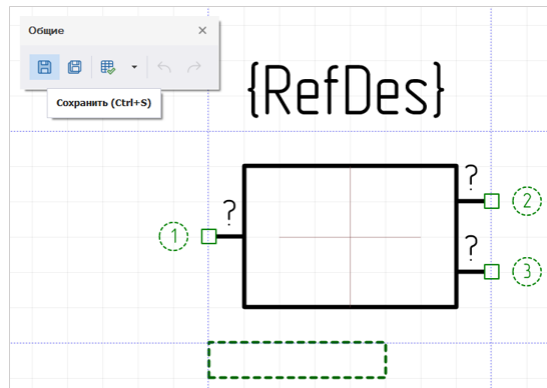

Рис. 178 Создание и сохранение УГО для базового типа представления (при повороте на 0°)
1. Создать графику УГО, разместить выходы, заполнить всю необходимую информацию по атрибутам и стилю их отображения, нажать «Сохранить» на панели инструментов «Общие», Рис. 178.